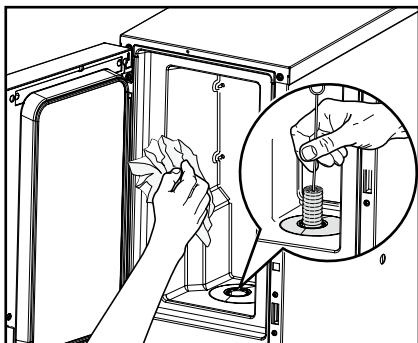

Fig. 25
4. Pulire l'interno del vano refrigerante con un panno pulito e inumidito nonché l'apertura di dosaggio con una spazzola. (Fig. 25)